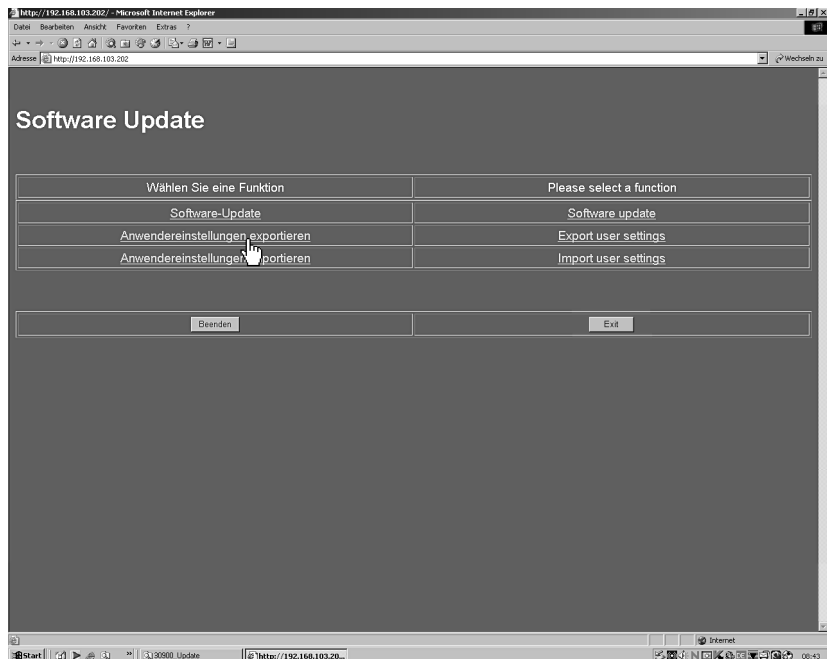
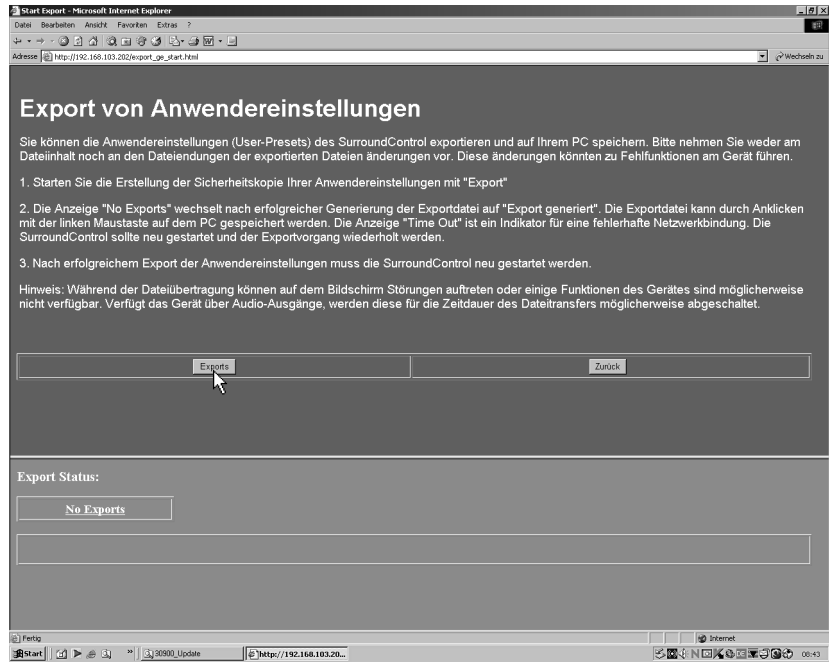
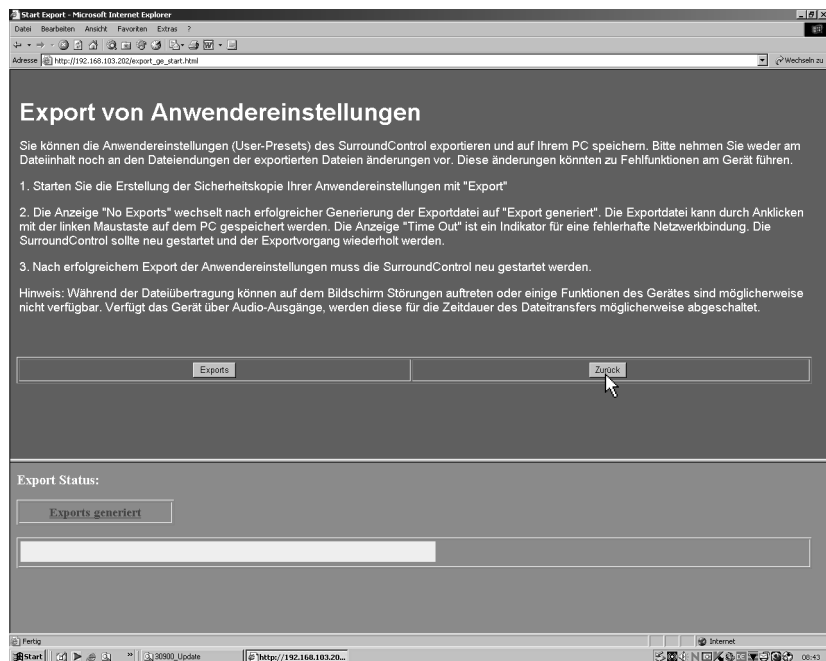

Bild 5-2: Anzeige des Software-Update-Programms in einem Internet-Browser
Bild 5-3: Anzeige der Export-Seite
Bild 5-8: Ende des Daten-Transfers der gewählten Update-Datei
2. Im Browser-Fenster erscheint das Software-Update-Programm des SurroundControl 30900(-24) (siehe Bild 5-2). Wählen Sie „Anwendereinstellungen exportieren“. **Beachten Sie bitte die Hinweise auf der Export-Seite** (siehe Bild 5-3).
3. Klicken Sie auf den Menüpunkt „Exports“ (siehe Bild 5-3).
- Klicken Sie nach erfolgreichem Speichern auf die Schaltfläche „Zurück“ (siehe Bild 5-8), um auf die Startseite (siehe Bild 5-2) zurück zu kehren.
- Klicken Sie auf „Beenden“, um das Update-Programm zu verlassen (siehe Bild 5-2). Schalten Sie den Netzschalter des SurroundControl 30900(-24) aus und für einen Neustart nach einer kurzen Verzögerung wieder ein.